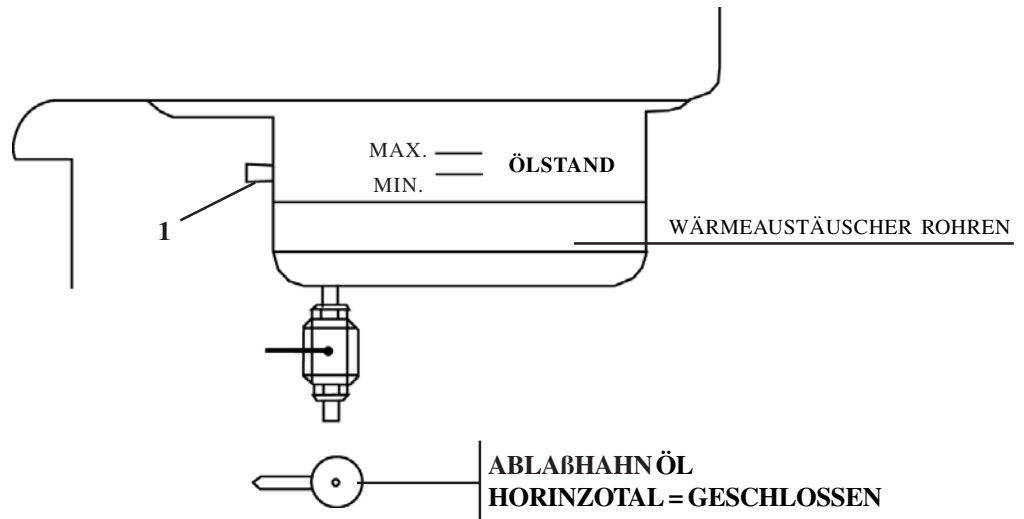

Abb. 8
- Die Kugel aus der Buchse herausnehmen (Abb. 8 Pos. 1).
**AUFFÜLLEN DER WANNE (Abb. 8)**